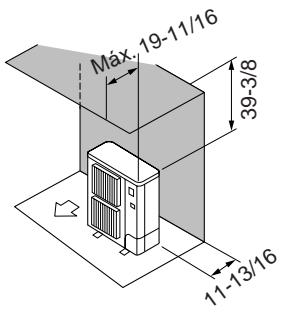

Fig. 2-3
② Obstáculos sólo en la parte trasera y superior (Fig. 2-3)